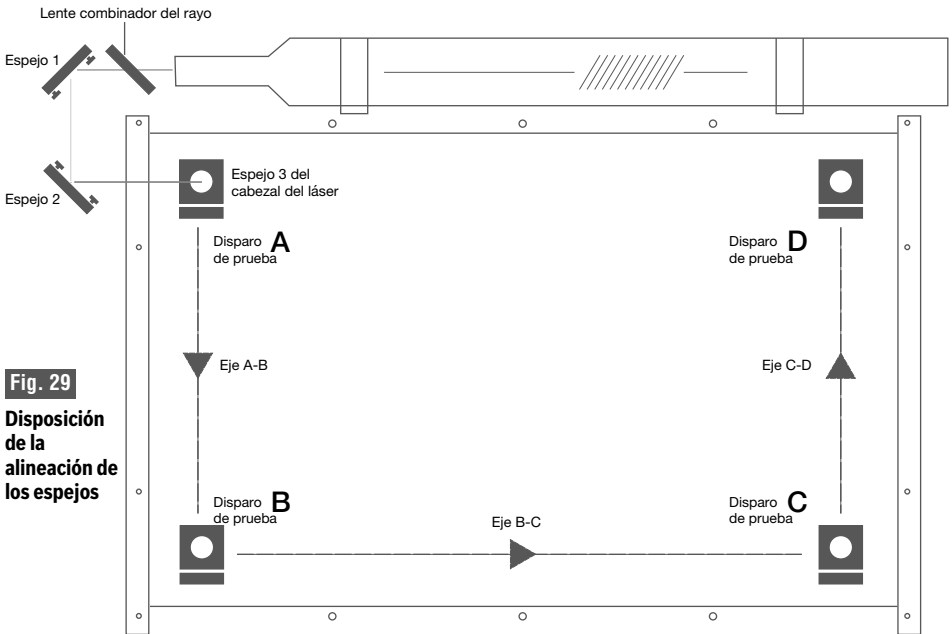

Fig. 29
4. Posicione el cabezal del láser: Mueva el cabezal del láser hasta la esquina superior izquierda (Ubicación A) del espacio de trabajo, vea la Fig. 29.
7. Repita el disparo de prueba en las otras tres esquinas: Sin retirar el papel térmico, repita el disparo de la cortadora láser una vez en cada una de las otras esquinas de la máquina (inferior izquierda B, inferior derecha C y superior derecha D). Vea la Fig. 29.
4. Mueva el pórtico hasta la posición B, vea la Fig. 29.